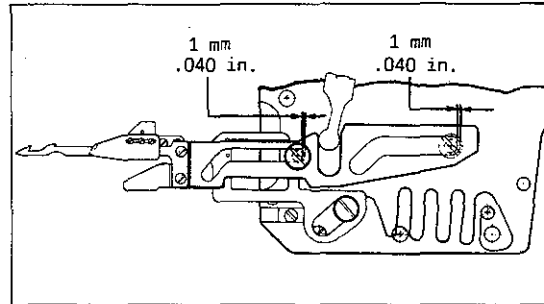

Fig.49
After making this setting check with needles in up position and lower knife swung to its left end position the distance at the right ends of slots (C). The distance should be at least 1 mm (.040 in.) (see Fig. 49).
Zur Einstellung entfernen Sie die Sicherungsscheibe (D), drücken den Mitnehmer (E) nach unten, drehen den Mitnehmerbolzen (F) entsprechend ein oder aus und Koppeln am Hebel wieder an. Überprüfen Sie nach dieser Einstellung bei oberstehenden Nadeln und in die linke Endstellung geschwenktem Untermesser den Abstand an den rechten Enden der Schlitze (C). Der Abstand muß mindestens 1 mm betragen (siehe Fig. 49).